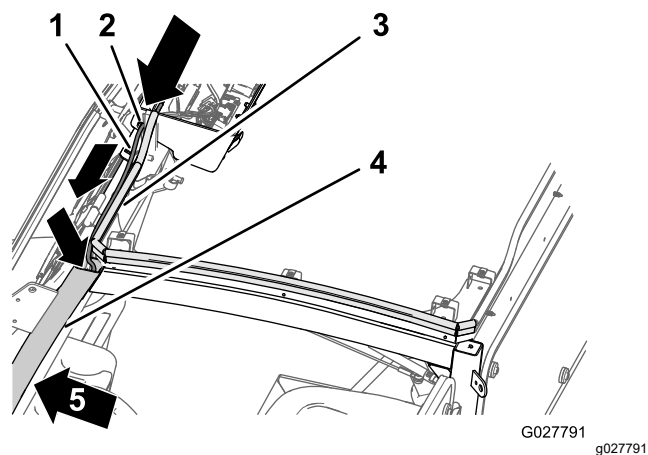
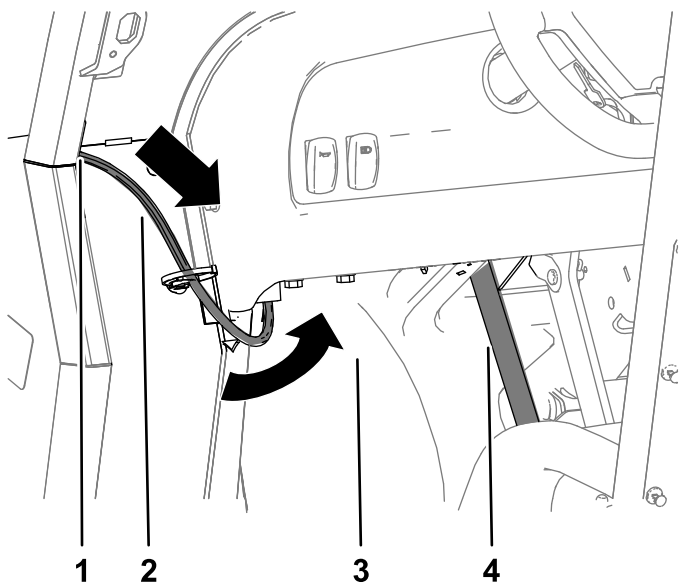
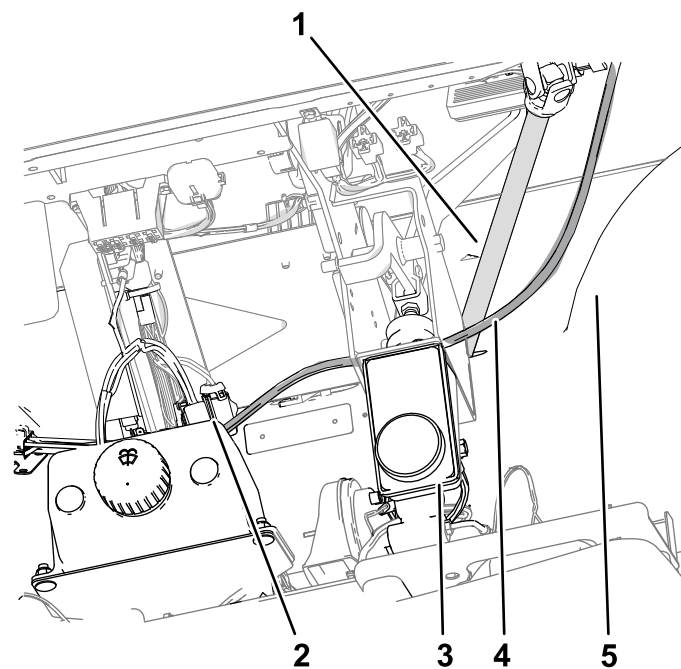

Figura 39
Figura 40
Figura 41
1. Encaminhe o tubo para a esquerda da consola superior ao longo do vedante da lâmpada na parte frontal da estrutura da cabina (Figura 39).
condutor, e para o furo na parte inferior do pilar da estrutura (Figura 39 e Figura 40).
3. Encaminhe a extremidade livre do tubo para a frente, entre o guarda-lamas e a coluna da direção (Figura 40 e Figura 41).
4. Encaminhe a extremidade livre do tubo para o depósito do líquido de lavagem (Figura 41).